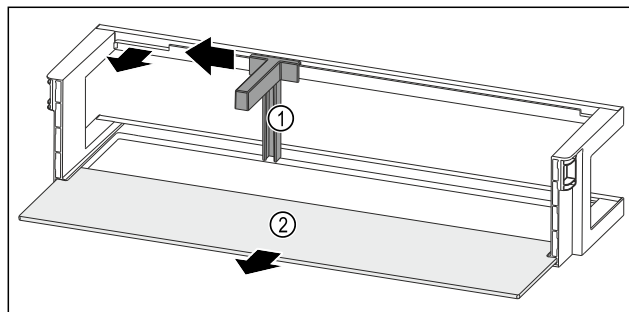

Fig. 166 带瓶托和搁板的门边存放架
- ▶ 将瓶托 Fig. 166 (1)推至槽边。
- ▶ 取出瓶托 Fig. 166 (1)。
- ▶ 取出搁板 Fig. 166 (2)。